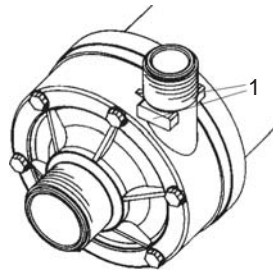

Figura 6: Asidero (1).
- Utilice el asidero situado en la salida de la bomba al montar/desmontar sus conexiones para evitar causar daños en el cuerpo de la bomba (consulte el figura 6).